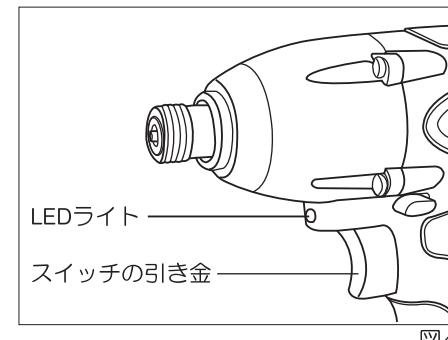

図4
#### ●スイッチの操作(図4参照)
- 本機のスイッチの引き金上部にLEDライトがついています。(図4参照)